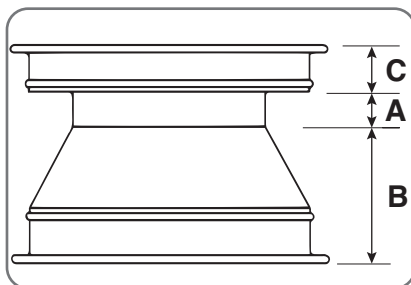

Fig. 6.1
Voir (Fig.6.1). Identifier la position du creux (A) sur la jante. Repérer la plus grande largeur (B) et la plus petite largeur (C). Le pneu doit être monté ou démonté avec la roue positionnée sur l'autocentreur et avec le côté de la plus petite largeur (C) orienté vers le haut.